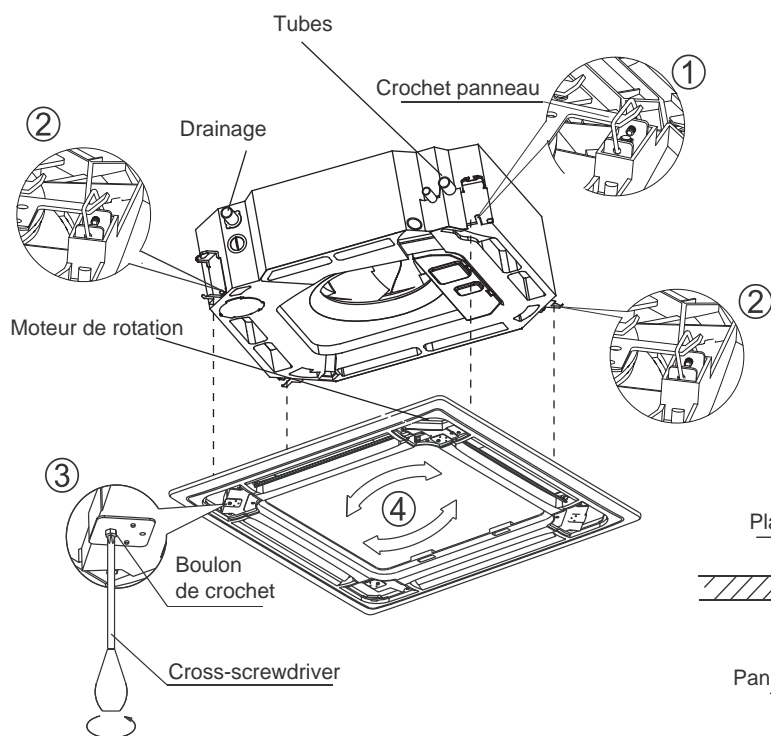

Fig.24
1. Alignez correctement le moteur de rotation sur le panneau aux joints des tubes du corps. (fig.24)